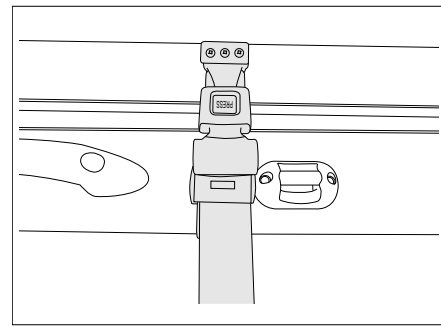

Bild 155 Sicherheitsgurt Hubbett manuell
- Das Hubbett mit dem Sicherheitsgurt am Dach sichern (Bild 155).